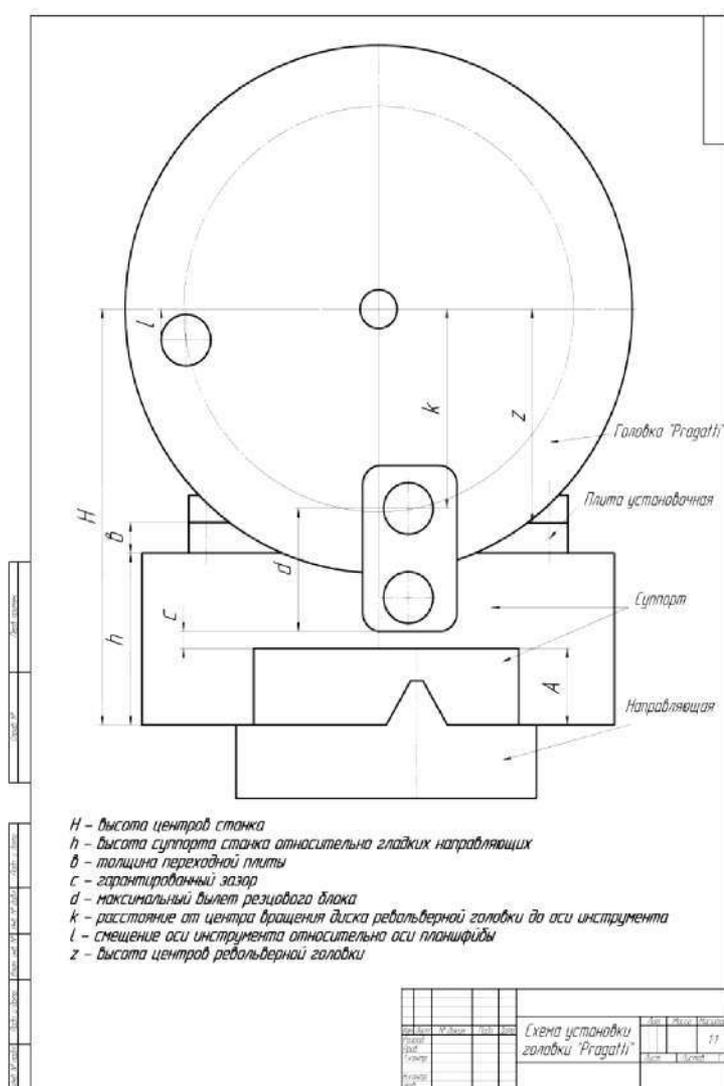

Рис. 1. Схема установки револьверной головки.
- Измерить высоту центра H (см. Рис. 1.) шпинделя относительно направляющих с точностью 0,01 мм.